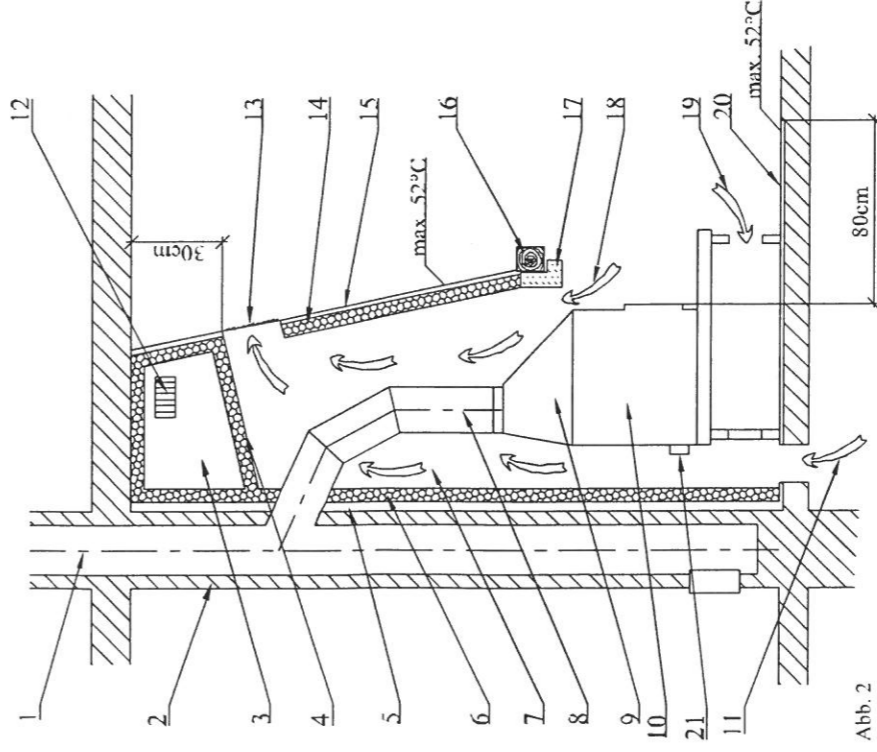

Abb. 2
5. Der Austritt der erhitzten Konvektionsluft ist mind. **30 cm** unter der Decke anzuordnen (Abb. 2).
6. Über dem Konvektionsluftaustritt muss sich eine unbrennbare Deckenkonstruktion befinden. Ihre Temperatur darf den Wert **50°C** nicht überschreiten. Die Deckenunterseite soll daher gegen die Wärmewirkungen vom Kamin mit einer Abschottung mit mindestens einer nicht ganz abschließbaren Öffnung (Abb. 2) bzw. mit einer zusätzlichen Wärmedämmschicht versehen sein.